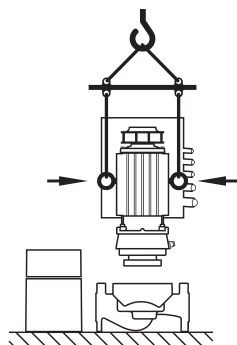

Fig. 25: Transportul ansamblului motor cu rotor hidraulic
- Dacă ochetii de transport sunt sau au fost mutați de pe flanșa motorului și au fost montați pe carcasa motorului, aceștia sunt acceptați numai pentru purtarea sau transportul ansamblului motor cu rotor hidraulic (Fig. 25), însă nu și pentru transportul întregii pompei sau pentru separarea ansamblului motor cu rotor hidraulic de carcasa pompei (atenție la demontarea prealabilă și instalarea ulterioară a distanțierelor).